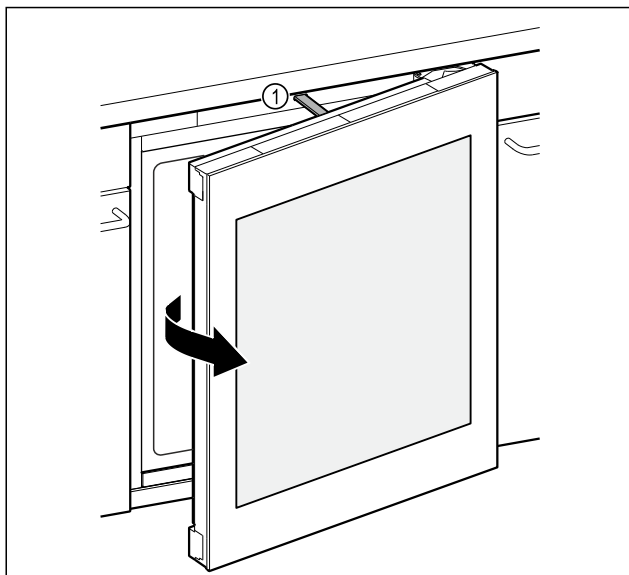

Fig. 84
- ▷ Popychacz Fig. 84 (1) otworzy drzwi na około 7 cm.